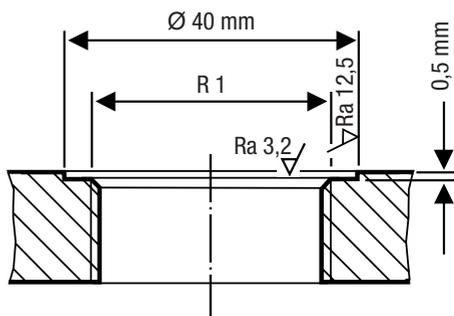

Fig. 9
- Prestar atenção à maquiagem técnica correta das superfícies de vedação da respetiva tubuladura roscada do reservatório ou tampa flangeada, ver Fig. 9.
As superfícies de vedação devem ser maquinadas de acordo com a Fig. 9 de forma tecnicamente perfeita.